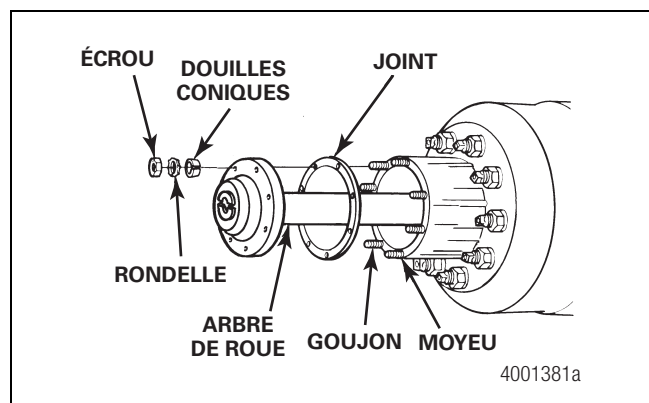

Figure 3.7
3. Pour les essieux moteurs, retirer les écrous de goujon et les rondelles des flasques des deux arbres de roue. Pour les essieux centraux, retirer les écrous et les rondelles des deux couvercles de moyeu. Retirer les couvercles de moyeu. Figure 3.7.